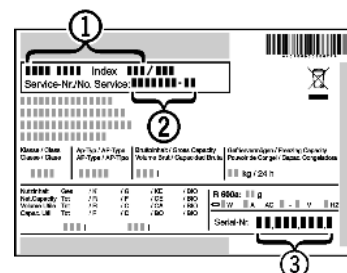

Fig. 12
- ▶ Z nazivne ploščice odčitajte oznako aparata *Fig. 12 (1)*, servisno št. *Fig. 12 (2)* in serijsko št. *Fig. 12 (3)*. Nazivna ploščica se nahaja na levi strani notranjosti aparata.
- ▶ Obvestite servisno službo in jim povejte, za kakšno napako gre, povejte pa tudi oznako aparata *Fig. 12 (1)*, servisno št. *Fig. 12 (2)* in serijsko št. *Fig. 12 (3)*.